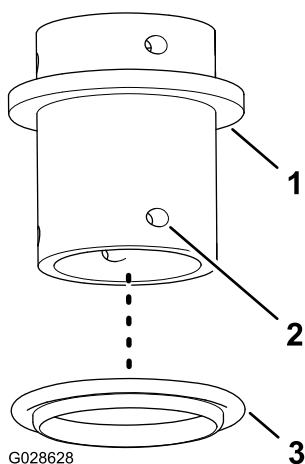
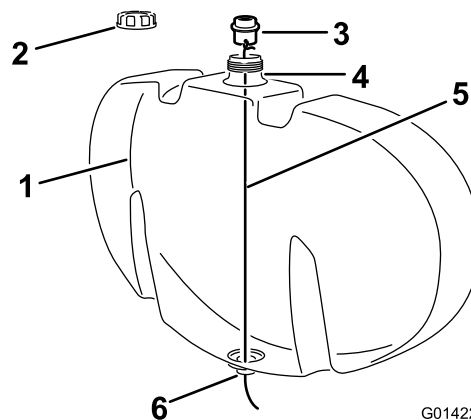

Figure 8
Figure 9
- A. Posez le joint à épaulement sur le raccord de traversée (Figure 8).
fixation du raccord de traversée (Figure 8 et Figure 9).
- C. Enlevez le bouchon du réservoir, insérez le fil dans le goulot de remplissage et faites-le ressortir par l'orifice de sortie au bas du réservoir (Figure 9).